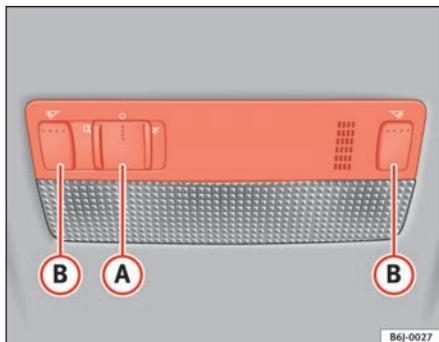

Fig. 59 Luz delantera de lectura
Pulse la tecla correspondiente (B) ⇒ fig. 59 para encender la luz de lectura.